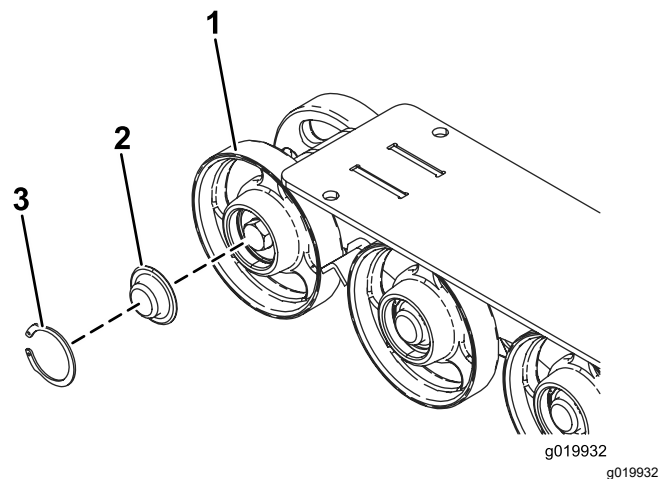

図 49
5. ロードホイールについているスナップリングとキャップを外す 図 49。
6. キャップ外した部分とガスケット周囲のグリスの状態を見る 図 49。グリスが劣化しているようであれば
8. グリスを入れたキャップをボルトの頭に取り付ける 図 49。
9. キャップをスナップリングで固定する 図 49。